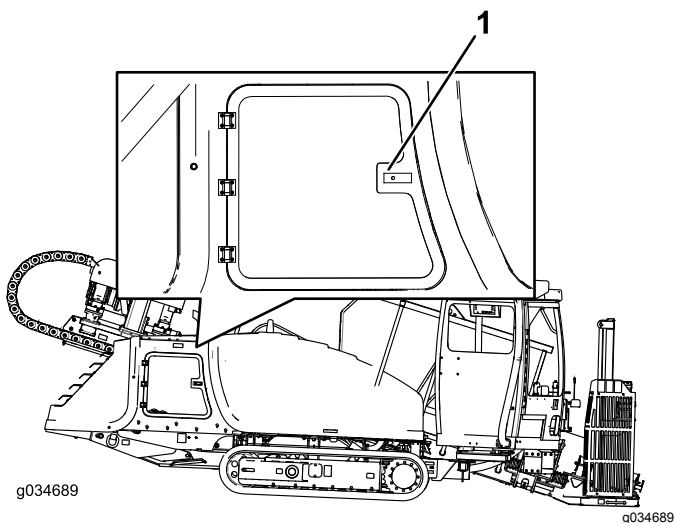

Figura 72
2. Puxe na parte esquerda da maçaneta da porta, e abra a porta puxando-a depois de liberar a maçaneta (Figura 72).